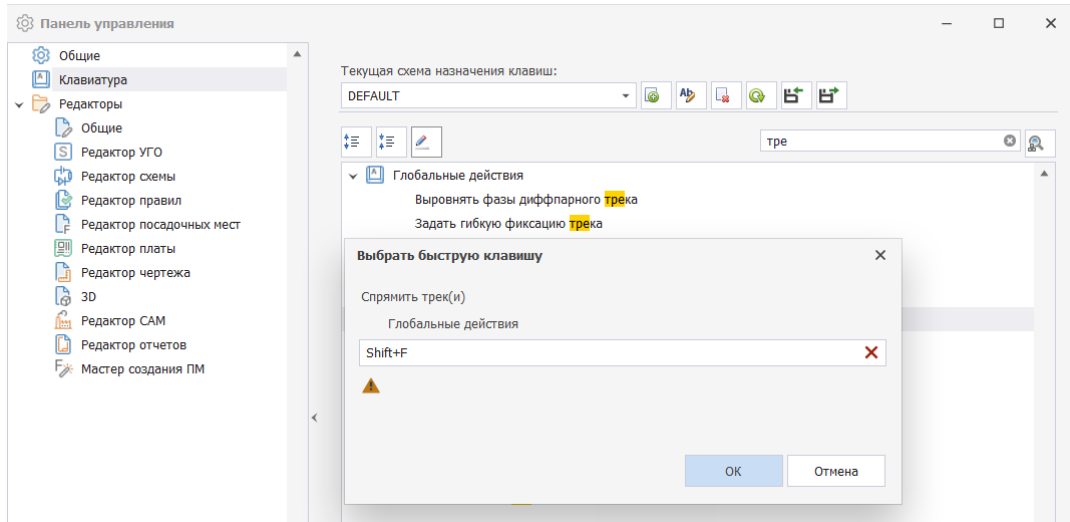

Рис. 52 Выбор быстрой клавиши
3. На экране отобразится окно «Выбрать быструю клавишу». Нажмите на клавиатуре клавишу (или комбинацию клавиш), Рис. 52. Нажмите «ОК».